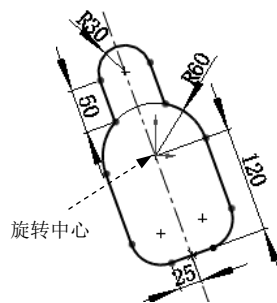

图 4.15.8 旋转草图
Step5. 定义旋转角度。在“旋转”对话框的  （角度）文本框中输入数值 20，单击  按钮，完成草图实体的旋转操作，如图 4.15.8 所示。